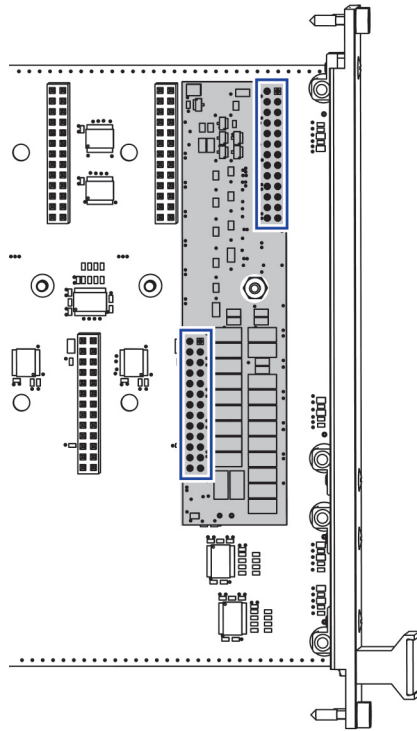

Abb. 2-3 Frontansicht montiertes PB5385RES.1-A Resistor Cascade Piggyback
3. Nur bei korrekter Ausrichtung ist es möglich, das Widerstandskaskaden-Modul mit leichtem Druck (blaue Rechtecke Abb. 2-3) und geringer mechanischer Spannung zu montieren. Vertausch- und Versatzmontage soll so verhindert werden.